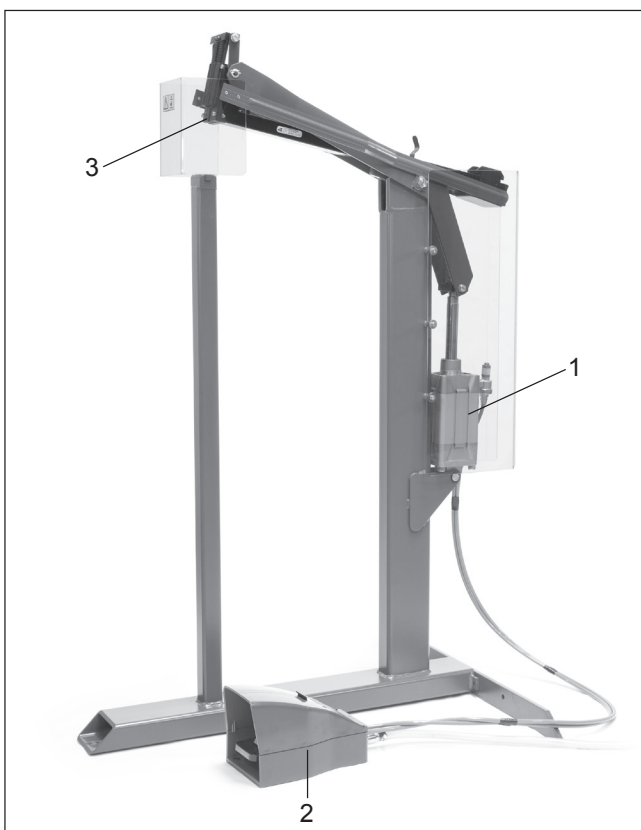

Fig. 2
1. Der Druckzylinder (Fig. 2/1) wird durch das Fusspedal (2/2) aktiviert.
2. Durch die Betätigung des Fusspedals, drückt der Druckzylinder den Heftkopf (Fig. 2/3) gegen den manuell positionierten Wellkarton.